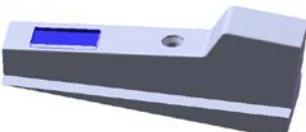
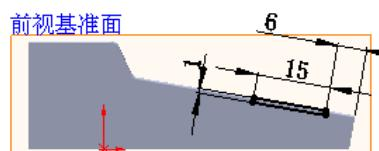

图 16.5.12 切除一拉伸 1
图 16.5.13 横断面草图
Step8. 创建图 16.5.12 所示的切除一拉伸 1。
(1) 选择命令。选择下拉菜单**插入(I)** → **切除(C)** → **拉伸(E)...**命令。
(2) 定义特征的横断面草图。
① 定义草图基准面。选取前视基准面作为草图基准面。
② 定义横断面草图。在草图环境中绘制图 16.5.13 所示的横断面草图。
(3) 定义切除深度属性。在“切除一拉伸”对话框**方向 1**区域的**文本框**中选择**两侧对称**选项，在**文本框**中输入深度值 7.0。
(4) 单击对话框中的√按钮，完成切除一拉伸 1 的创建。